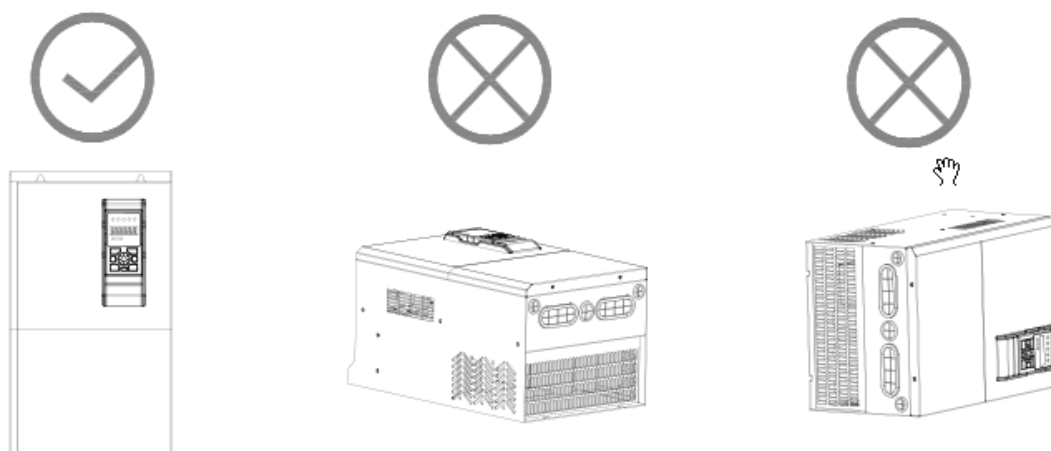

Рис.3-2 Положение установки.
- Устанавливайте преобразователь частоты вертикально, чтобы облегчить отвод тепла вверх. Если в шкафу несколько преобразователей частоты, устанавливайте их рядом. Пожалуйста, обратитесь к рис. 3-2 и установите направляющую пластину теплоизоляции в случае, когда требуется верхний и нижний монтаж.